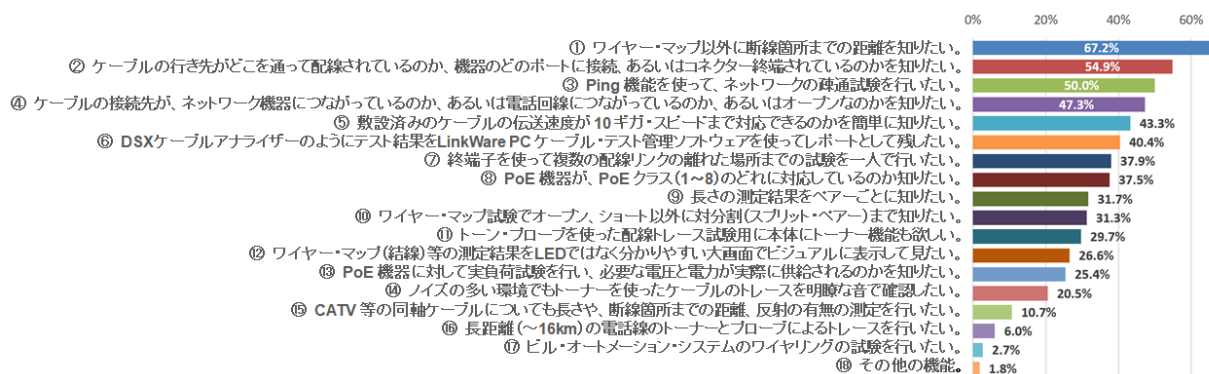

図 3-1 検証、検査ツールに求められているユーザーからの声
また、上記の質問に「No」と回答した方へ、同アンケートの中で「配線の接続を単にチェックする以外どこまでの機能を欲しいと思われますか？」の質問に対しては、①「ワイヤー・マップ以外に断線箇所までの距離を知りたい。」、②「ケーブルの行き先がどこを通過して配線されているのか、機器のどのポートに接続、あるいはコネクタ終端されているのかを知りたい。」、③「Ping 機能を使って、ネットワークの疎通試験を行いたい。」、④「ケーブルの接続先が、ネットワーク機器につながっているのか、あるいは電話回線につながっているのか、あるいはオープンなのかを知りたい。」、⑤「敷設済みのケーブルの伝送速度が 10 ギガまでのスピードに対応できるのかを簡単に知りたい。」という声がトップ 5 に挙げられています。（「図 3-1 検証、検査ツールに求められているユーザーからの声」を参照）